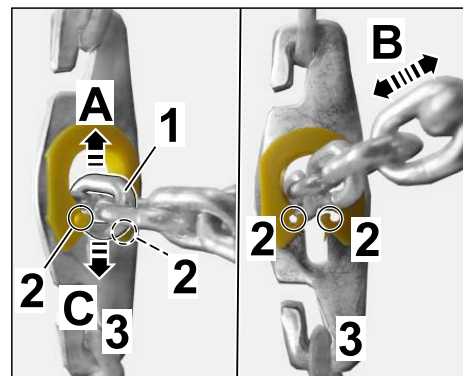

Figura 9
2.2.3 Guiar el eslabón de la cadena tensora desde el seguro del orificio ovalado de la placa de cierre (⇒ *Figura 9-Flecha*).